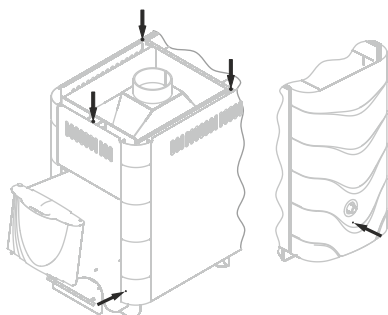

Рисунок 12. Саморезы для демонтажа конвектора печи «Компакт 2013 Б»
3. Снять конвектор, открутив 6 саморезов (рисунок 12).